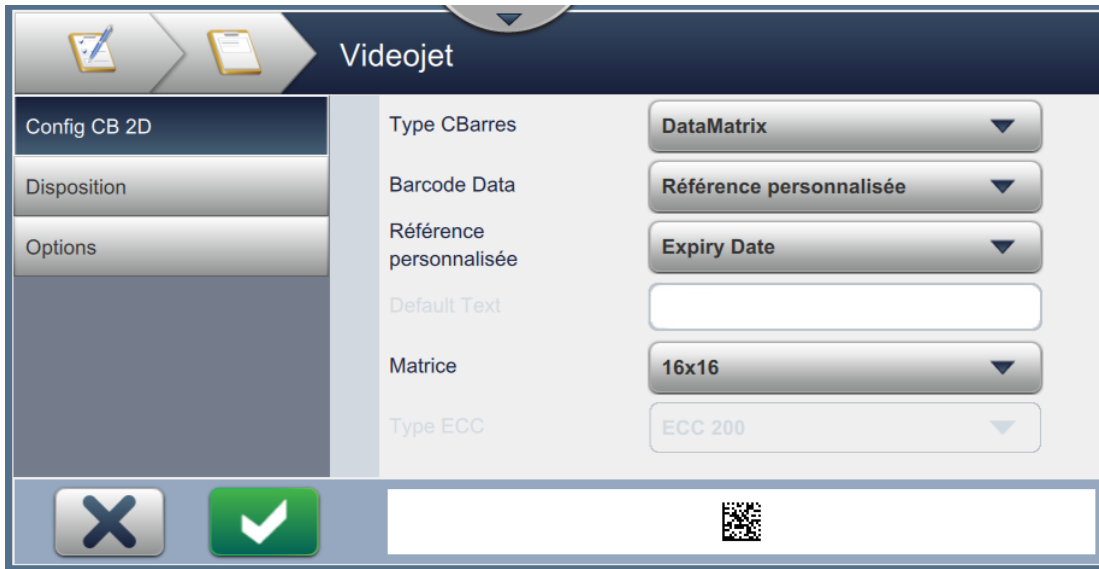

Figure 6-11 : Configuration des codes-barres 2D
7. L'écran Config. CB 2D permet à l'utilisateur de sélectionner la référence personnalisée, comme illustré dans la Figure 6-11.